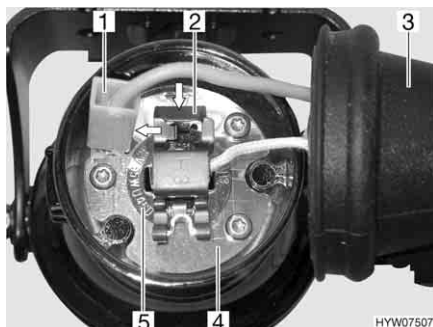

Fig. 190 Luce fendinebbia
- Afferrare dietro la luce fendinebbia e togliere il copripolvere di gomma (Fig. 190,3) dall'involucro (Fig. 190,4).
- Togliere il cavo negativo (Fig. 190,1) dall'involucro.
- Premere la graffa di supporto (Fig. 190,2) per sganciarla e spingerla di lato.
- Estrarre dall'involucro la lampada ad incandescenza (Fig. 190,5) con il cavo.